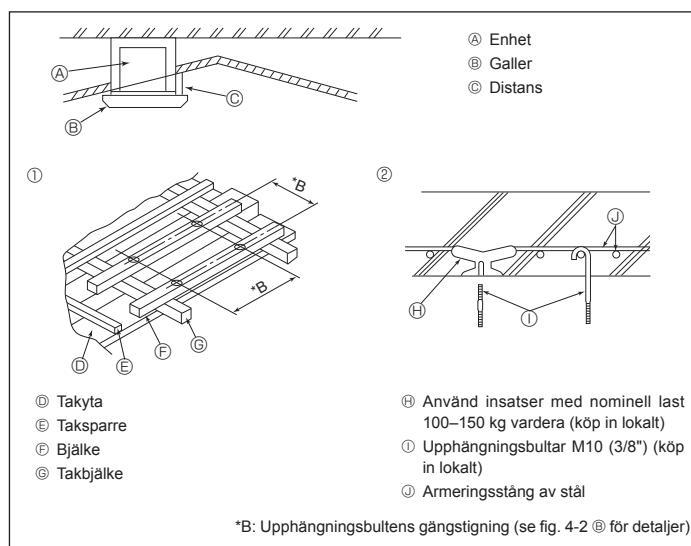

Fig. 4-4
⑤ 3 st hål, ø 5
⑥ Detailed drawing of fresh air intake
⑦ Indoor unit
⑧ Seal
③ 3 st självgående skruvhål
④ Utskuret hål, ø 73,4
⑤ Kanalfläns (förbereds lokalt)
⑥ 4 × 10 Självgående skruv (anskaffas lokalt)
⑦ Seal
4.4. Struktur för upphängning (förstärkning av upphängningsplatsen) (Fig. 4-4)